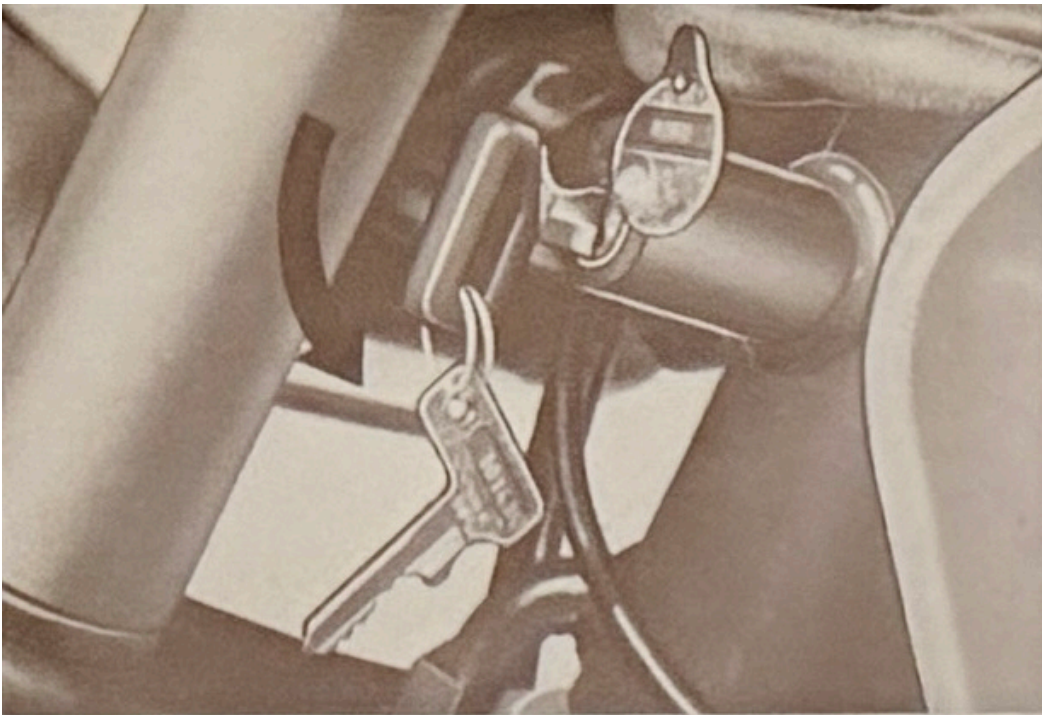

Bild 5
- 15 = Lenk-Sicherheitsschloß (verd., s. Bild 5)
schloß (Bild 5) ausgerüstet. Für beide Schlösser paßt derselbe Schlüssel.